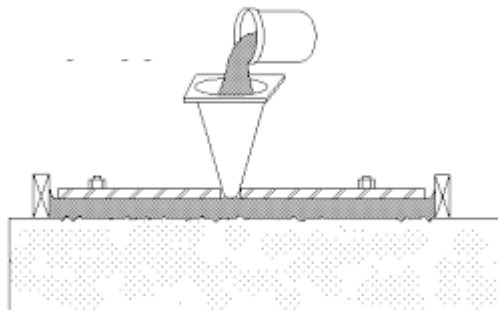

图 3： 典型灌浆孔
1. 如果在寒冷天气（低于 50°F，10°C）浇注灌浆，支撑、垫片组和混凝土应被加热到至少 70°F，20°C。在极度寒冷天气（低于 32°F，0°C）进行灌浆安装之前，应先进行加热三 (3) 天。
2. 如果在寒冷的天气（低于 50°F，10°C）下浇注灌浆，所有灌浆在使用前应在室温下存放四十八 (48) 小时。应将袋装骨料从托盘上取下并散开摆放，使空气能够在各个袋子周围循环。使用肉类温度计检查骨料温度，内部温度必须至少为 65°F（18°C）。不要将骨料加热到超过 80°F（26°C）。
3. 用油脂、大力胶带或聚乙烯薄膜（已钉在模板背面）完全覆盖外部模板的内部。脱模剂不得使用石蜡。所有锚定螺栓和调平螺栓（若有）必须使用防粘剂，以便从灌浆中脱离出来。如果被灌浆的支撑很大，可能需要安装一个灌浆孔，以免灌浆形成空隙（如图 3 所示）。